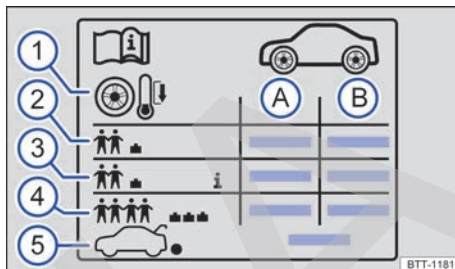

Fig. 174 Símbolos en el adhesivo de la presión de los neumáticos.
Datos que figuran en el adhesivo de la presión de los neumáticos → fig. 174:
En función del vehículo, el adhesivo de la presión de los neumáticos puede incluir una presión de confort → fig. 174 ③. La presión de confort permite aumentar el confort de marcha. Cuando se circula con la presión de confort, puede que se incremente el consumo de combustible.